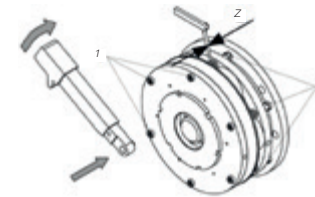

Figura 7 - Verificação do entrefreio nos freios de tamanhos 25 e 31
3. Após o ajuste apertar os parafusos de fixação 1 (Figura 7) de acordo com o torque especificado (Tabela 3);
4. Realizar os passos 6 a 8 indicados no item 5.3.